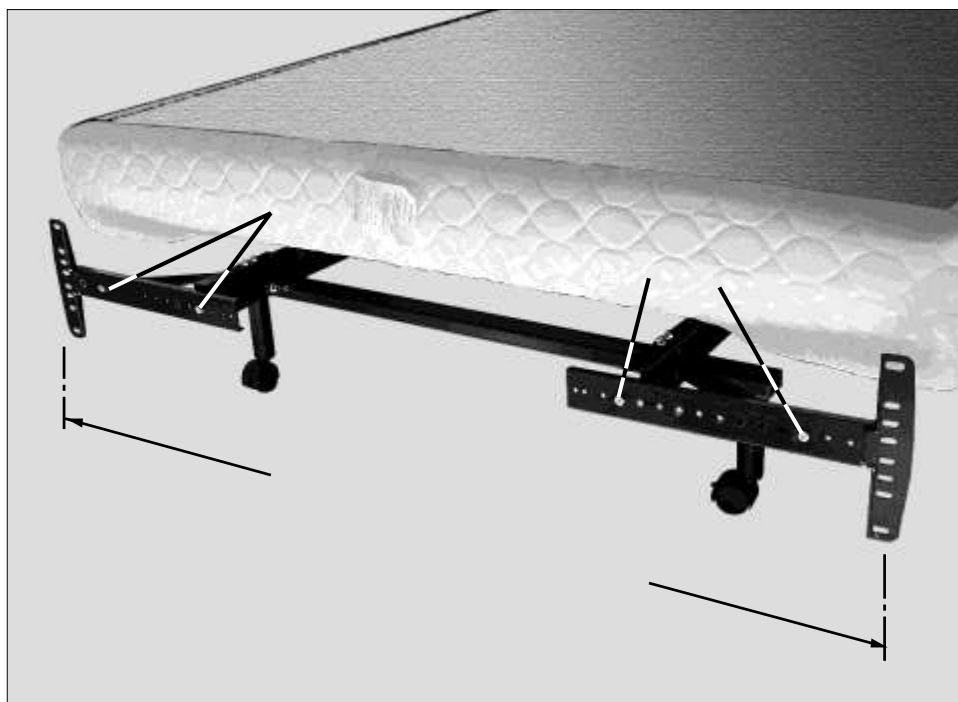

FIGURA 10: Medición y ajuste del soporte para colocar la cabecera.
g. Mida la distancia de centro a centro entre los orificios de montaje de las bridas del soporte de la cabecera (FIGURA 10).
h. Si tuviese que ajustar las bridas del soporte para colocar la cabecera, quite los pernos de 1 pulgada de las bridas y desplácelas hacia los lados a fin de lograrlo (FIGURA 10). Reinstale los pernos y ajuste.